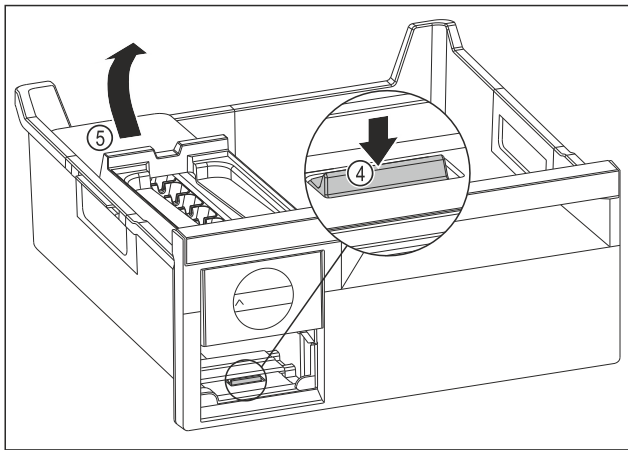

Fig. 78
- Scoaterea corpului EasyTwist-Ice: Apăsăți eclisa Fig. 78 (4) cu degetele în jos și concomitent cu cealaltă mână ridicați corpul EasyTwist-Ice Fig. 78 (5) din spate.